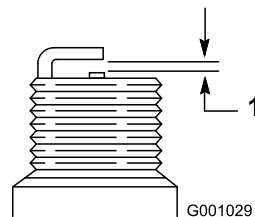

Рисунок 34
4. На новой свече установите зазор между электродами 0,76 мм, как показано на Рисунок 34.